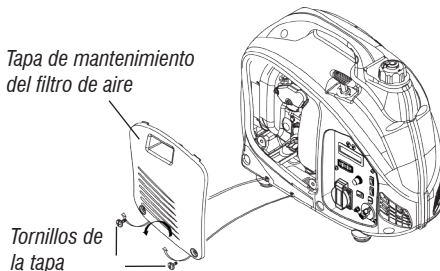

Fig. 21 – Removiendo la tapa de mantenimiento del filtro de aire
1. Suelte los tornillos de la tapa de mantenimiento del filtro de aire (6) (fig. 1) y retire la tapa (fig. 21);;